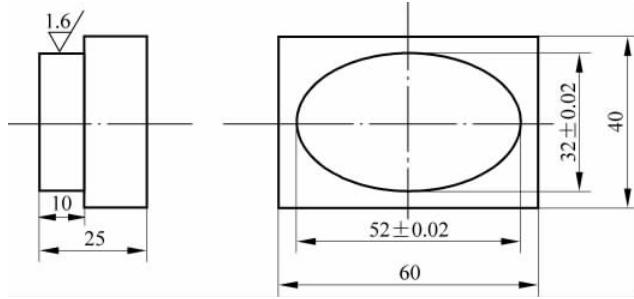

图 5-2 宏程序编程实例 2
**例 2：**如图 5-2 所示工件，毛坯尺寸为  $60 \times 40 \times 25$ ，材料为 HT150，试编写椭圆的精加工程序。